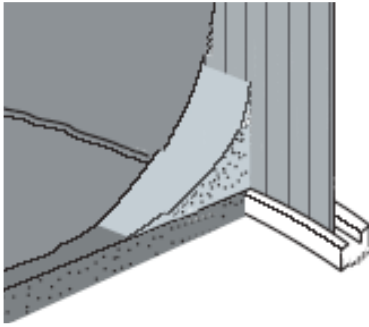

Abb. 14
- Die Schweißnaht zwischen Boden und Wand soll ungefähr in der Mitte der Hohlkehle liegen. Die anderen Schweißnähte bilden gerade parallele Linien quer über den Poolboden (Abb. 14, 15).